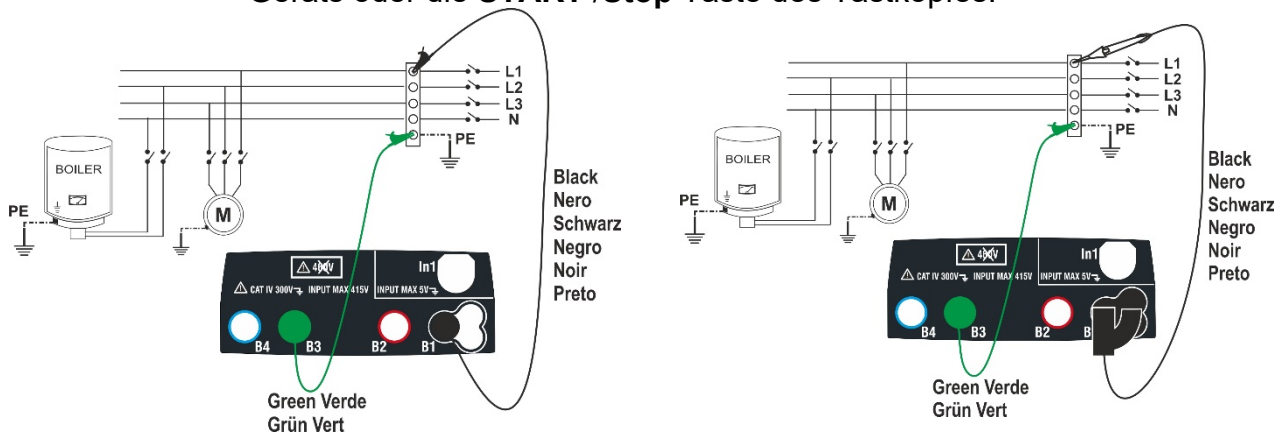
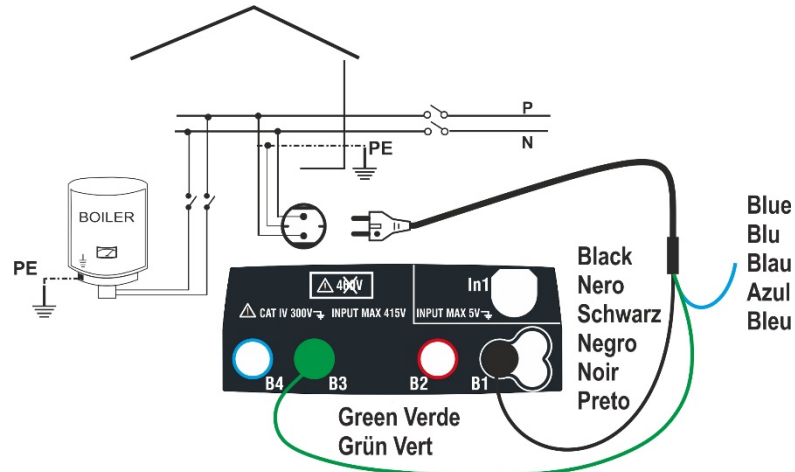

Abb. 8: Geräteanschluss L-PE mit Einzelkabeln und Tastkopf
Abb. 9: Geräteanschluss L-PE mittels Schuko-3 Leiter Kabel
- Verbinden Sie die Krokodilklemmen und/oder die Messkabel und/oder den Tastkopf mit den Enden der zu testenden Leiter wie in Abb. 8 und Abb. 9. gezeigt